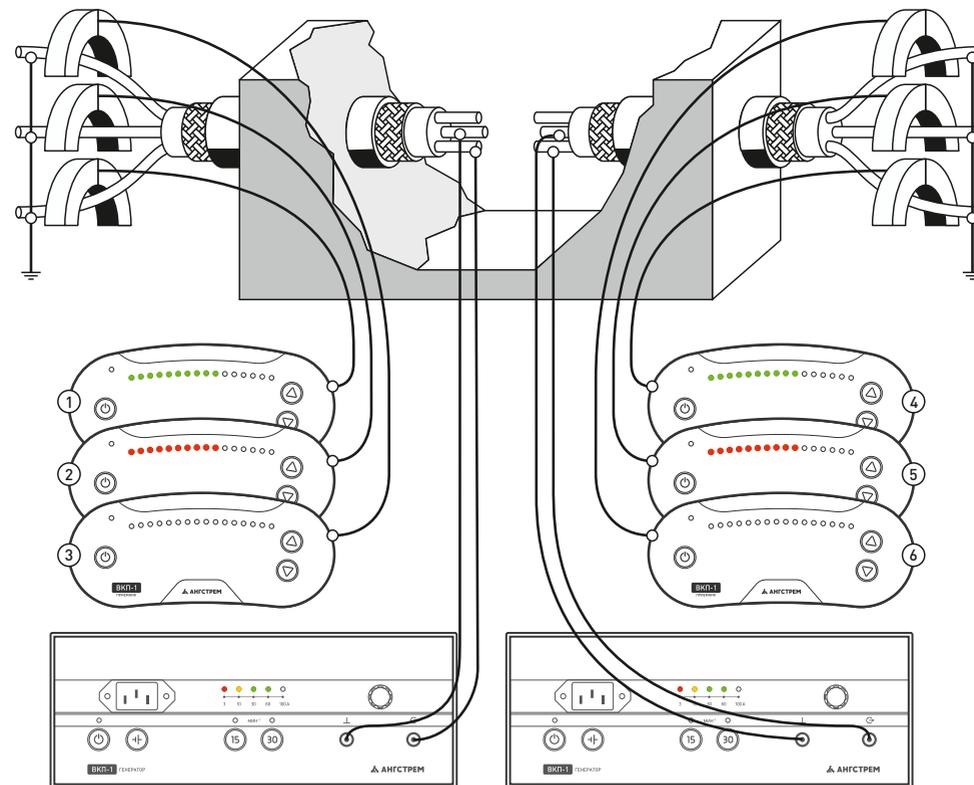

Рисунок 7
► При проведении фазировки жил кабелей с ПБИ имеющих общую металлическую оболочку подключение генератора должно осуществляться между двумя жилами в соответствии с Рис. 7. Искомая жила даст засветку индикатора приемника такого же цвета как при его настройке в месте подключения генератора — п. 5.3.1. паспорта ВКП-П.